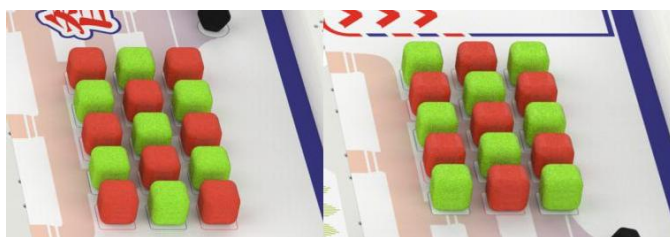

图 5 两个种子装载区及其上放置的种子模型示意图
2. 种子装载区：每个基础场地有两个种子装载区，共放置红色丹稷和绿色青麦种子模型各 15 个（正方体，边长约 50mm，约 18g/个，布面材质）。如图 5 所示。